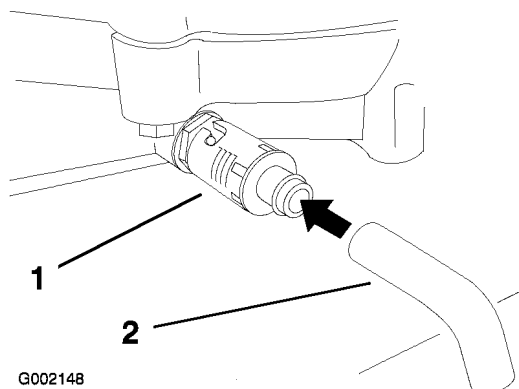

Figure 35
5. Placez un bac sous la vidange. Tournez le robinet de vidange d'huile pour permettre à l'huile de s'écouler (Figure 35).